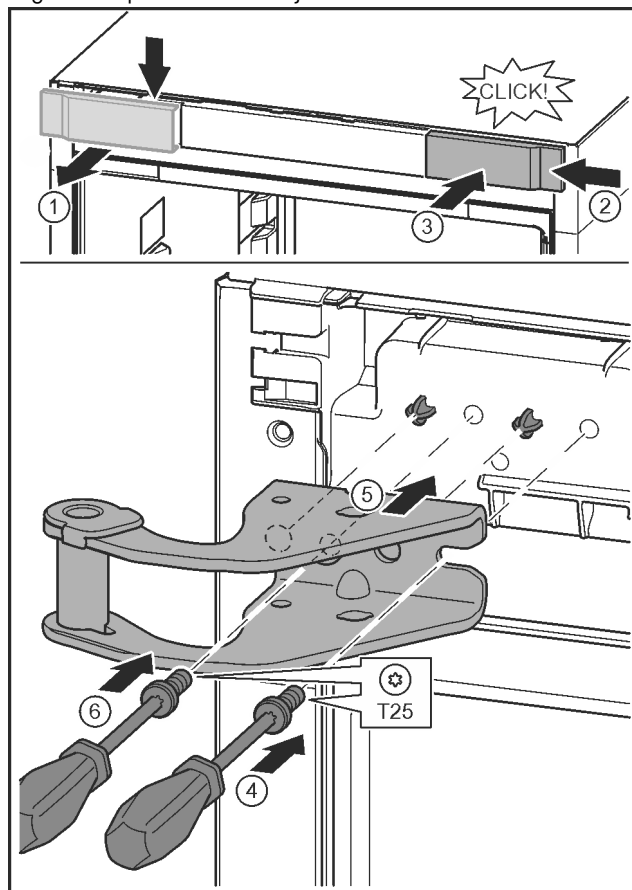

Fig. 13
- ▶ Afdekking losmaken en zijdelings verwijderen. Fig. 13 (1)
- ▶ Afdekking 180° gedraaid op de andere kant van rechts aanbrengen. Fig. 13 (2)
- ▶ Afdekking vastklikken. Fig. 13 (3)
- ▶ Schroef met schroevendraaier T25 aandraaien. Fig. 13 (4)
- ▶ Bovenste lagerbus plaatsen. Fig. 13 (5)
- ▶ Schroef vastdraaien. Fig. 13 (4)
- ▶ Schroef met schroevendraaier T25 aanbrengen en vastdraaien. Fig. 13 (6)